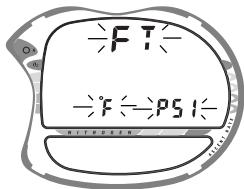

Fig. 23 - Einstellung Maßeinheiten
- Drücken Sie kurz die "Weiter" Taste und die Anzeige **FT** (oder M) erscheint auf dem Display, sowie das Temperatur Icon und der Buchstabe **F** (oder C), und **PSI** (or BAR), alles blinkend (Fig. 23).